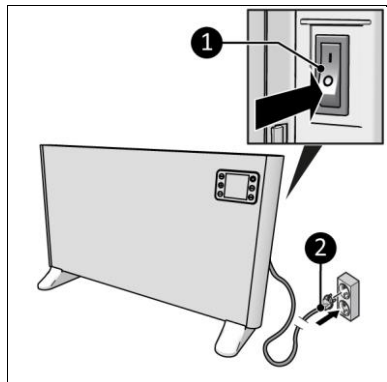

Abbildung 15
2. Stellen Sie sicher, dass sich der EIN/AUS-Schalter in der AUS-Position befindet (Abbildung 15, Pos. 1).
3. Stecken Sie den Netzstecker (Abbildung 15, Pos. 2) in eine leicht zugängliche geerdete Steckdose. Verwenden Sie eine geerdete Steckdose mit einer Mindestleistung von 2500 Watt.